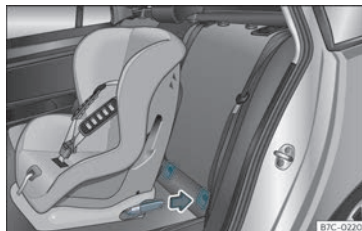

Fig. 26 Asentos traseiros: colocación do asento para nenos co sistema ISOFIX.
- Enganche o asento para nenos nas argolas de suxeición “ISOFIX/iSize” ata que encaste de modo audible»» fig. 26. Se o asento para nenos ten unha áncora Top Tether*, conéctea ao anel respectivo»» páx. 40. Siga as instrucións do fabricante do asento para nenos.